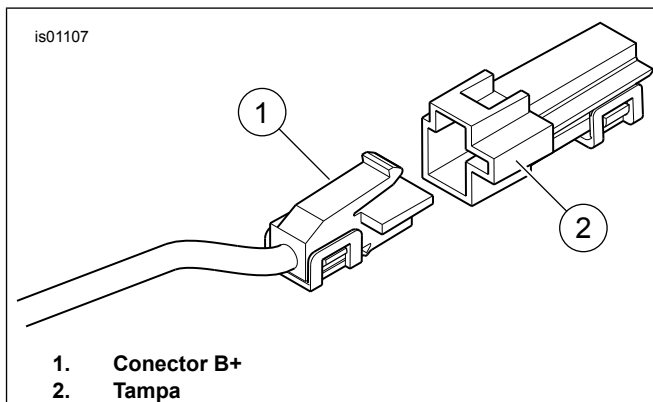

Figura 20. Conector B+
1. Veja Figura 20. Localize o conector B+ (positivo da bateria) (1) (um fio vermelho com um conector cinza não usado) no chicote de fios elétricos principal, remova a tampa (2) do conector.